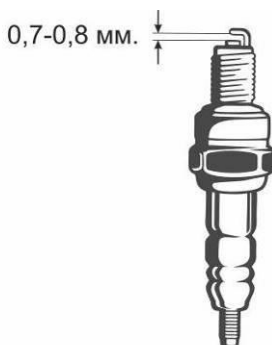

Рис. 23. Свеча зажигания.
4. Измерьте зазор между электродами свечи зажигания специальным щупом. Зазор должен быть 0,7-0,8 мм. (Рис. 23) При увеличении, или уменьшении требуемого зазора, рекомендуется заменить свечу, т.к. регулировка зазора может привести к изменению качества искрообразования.